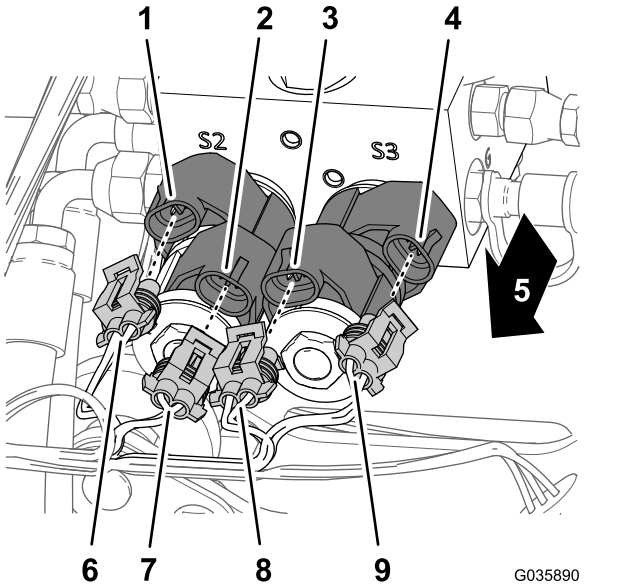

图 26
1. 如**图 26**所示在提升油缸歧管的前面将超声波喷洒臂线束的 4 个电气接头连接至控制喷洒臂提升的螺线圈。